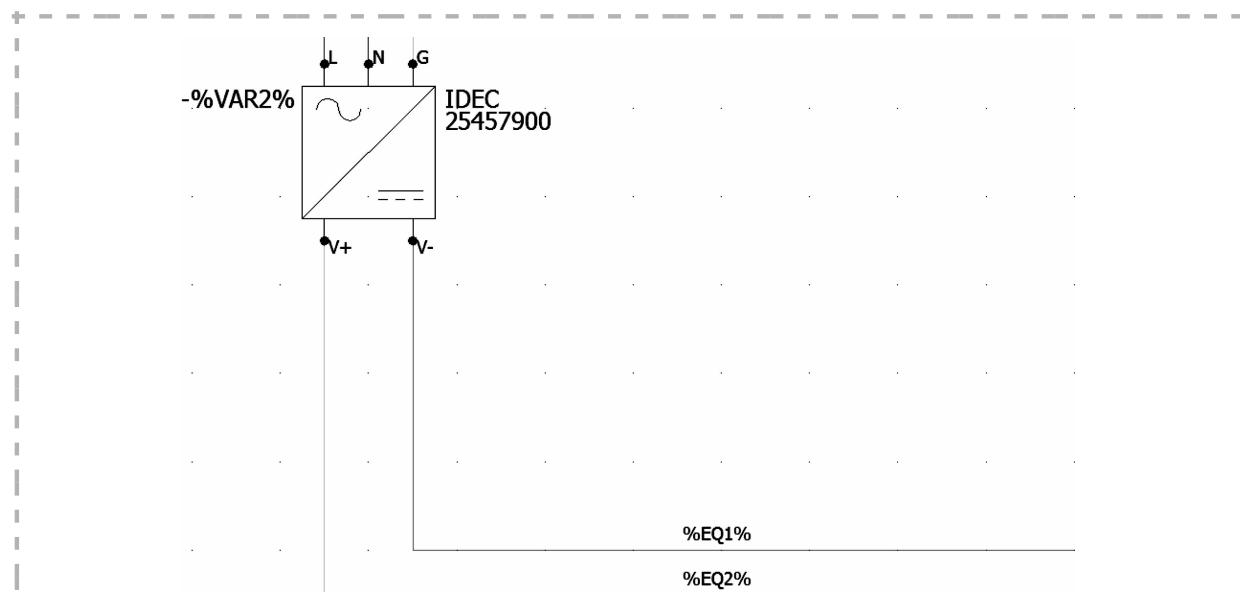

图 8-26 电位标注变量
**步骤4 电位标注变量** 【打开】MACRO3，更改电位标注为【% EQ1%】和【% EQ2%】，如图 8-26 所示。